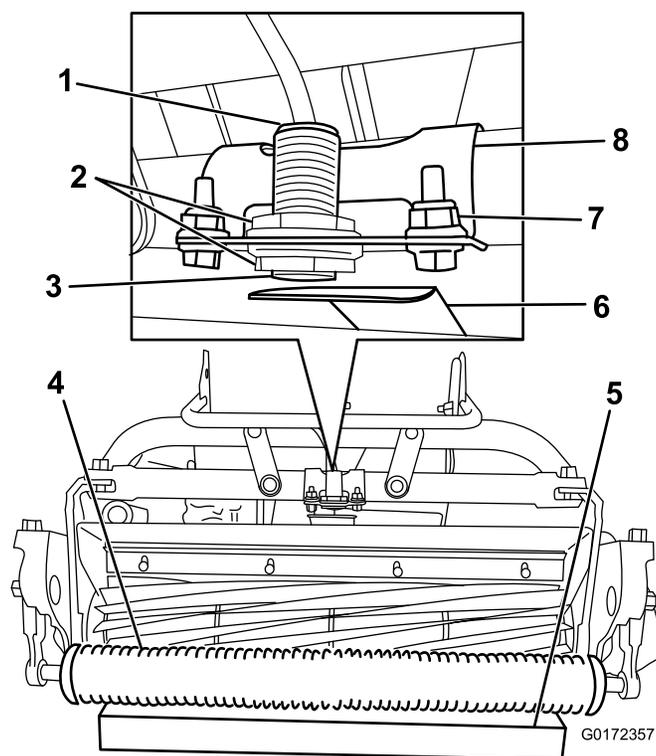

図 14
2. センサーについているジャムナットをゆるめて、ジャムナットの先端からねじ山が1山だけ見えるように調整する図 14。
4. カuttingユニットの前ローラの下に3.8cmの角材を置く図 14。
5. センサーのブラケットをフレームに固定している締結具をゆるめる図 14。
8. センサー上部にあるランプが点灯するように、センサーのブラケットをターゲットプレートに向ける図 14。すでにランプが点灯している場合には、ランプが消えるまでブラケットを回し、それから元に戻してもう一度点灯させる。